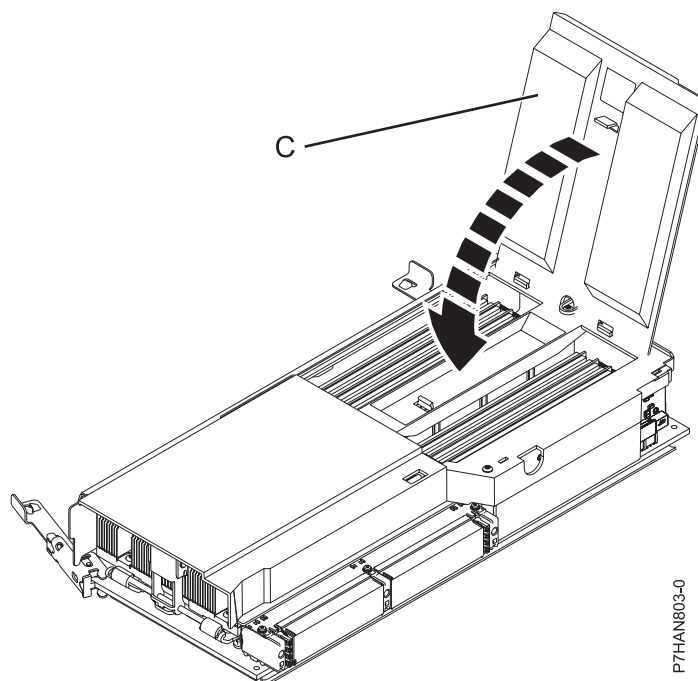

Figura 3. Tancar la coberta del mòdul de memòria
15. Tanqueu la coberta del mòdul de memòria (C) fins que encaixi al seu lloc, tal com es mostra a Figura 3.